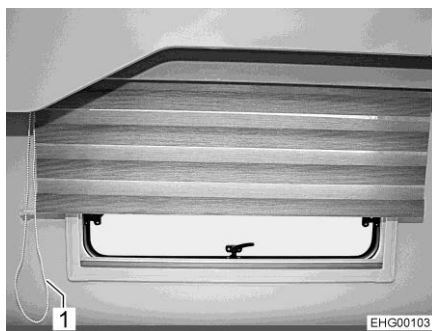

Bild 60 Variabel rullgardin i det bakre området
- Mörklägga/skugga:** ■ Dra i snöret på kedjan (Bild 60,1) som stänger den variabla rullgardinen tills rullgardinen befinner sig i önskat läge.
- Häva mörkläggnig:** ■ Dra i snöret på kedjan (Bild 60,1) som öppnar den variabla rullgardinen tills rullgardinen befinner sig i önskat läge.